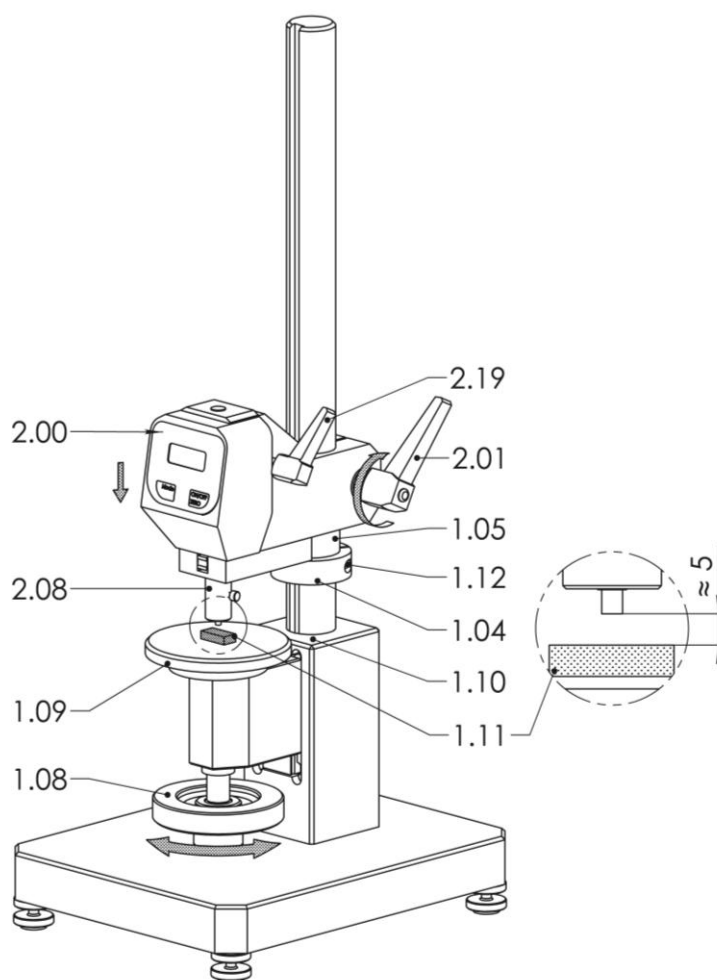

РИС. 8 ПОДГОТОВКА, РЕГУЛИРОВКА ИЗМЕРИТЕЛЬНОГО УСТРОЙСТВА
- Отрегулируйте опорный столик (1.09, Рис.8) маховиком (1.08, Рис.8) на ту же высоту, что и верхний край уступа колонны (1.10, Рис.8) (примерно на середине расстояния перемещения опорного столика (1.09, Рис.8)).
- Поместите образец (1.11, Рис.8) на опорный столик (1.09, Рис.8).
- Возьмите измерительное устройство (2.00, Рис.8) и ослабьте зажимной рычаг (2.01, Рис.8) другой рукой.
- Опустите измерительное устройство (2.00, Рис.8) мягким нажатием, пока прижимной цилиндр (2.08, Рис.8) не будет примерно на  $\approx 5$  мм выше образца (1.11, Рис.8) а затем затяните зажимной рычаг (2.01, Рис.8).
- Поднимите зажимное кольцо (1.04, Рис.8) с распорной втулкой (1.05, Рис.8) вверх до контакта с измерительным устройством (2.00, Рис.8) и затяните винт (1.12, Рис.8) гаечным ключом.